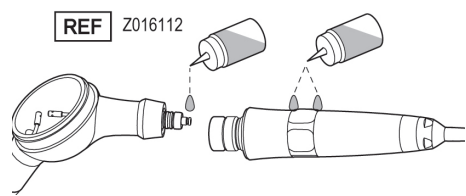

Fig. 34
- 1. Séchez la section du joint torique du compartiment à poudre et la section de l'anneau de contrôle du débit, appliquez une goutte de l'huile de lubrification fournie et frottez à l'aide de votre doigt, etc. (Fig. 34).